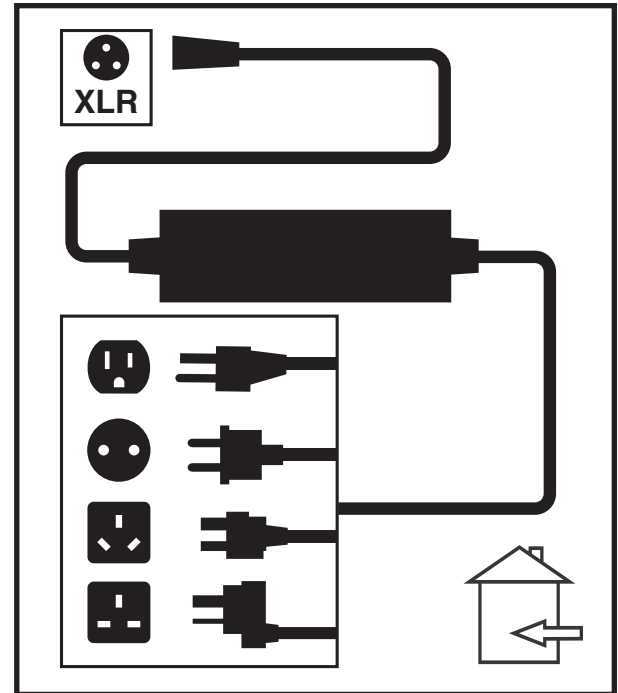

Figure 18. Recharge des batteries
Votre fauteuil motorisé peut être équipé d'une ceinture de positionnement réglable pour un meilleur confort. **Voir la figure 18.** La ceinture de positionnement, réglable, a été conçue pour soutenir et empêcher tout glissement vers les bas ou vers l'avant une fois assis. La ceinture de positionnement n'a pas été conçue pour être utilisée comme ceinture de sécurité.
3. Branchez le connecteur à 3-fiches du câble du chargeur externe dans le réceptacle de programmation/chargeur sur le contrôleur. **Voir la figure 18.**